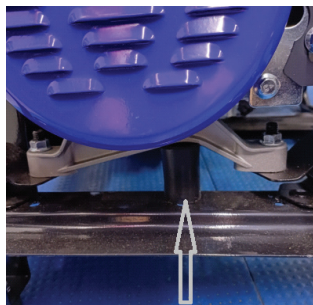

Рис.3.
**6.1. ВНИМАНИЕ! Перед началом работы удалите транспортировочную опору! (см. рис. 3)**